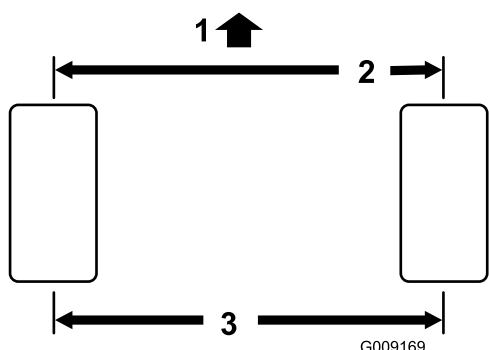

Figura 108
2. Mida la distancia entre centros (a la altura del eje) en la parte delantera y trasera de los neumáticos de dirección (**Figura 108**).